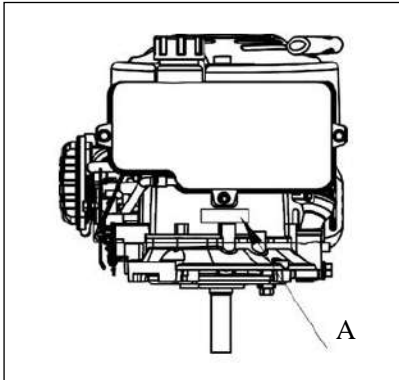

Fig. 15 A. Localización del número de serie
13.1 LOCALIZACION DEL NUMERO DE SERIE (Vea Fig. 15)